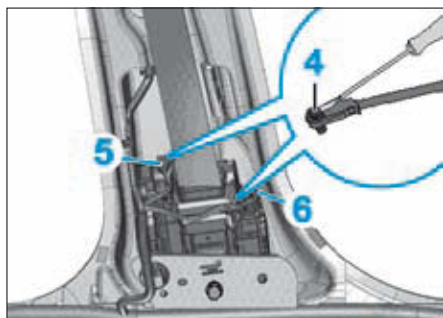

FIG. 22
- Déverrouiller les sécurités des connecteurs (4) à l'aide d'un petit tournevis et débrancher les connecteurs électriques du limiteur d'effort de ceinture (5) et du détonateur du prétensionneur (6) de ceinture (Fig.22).